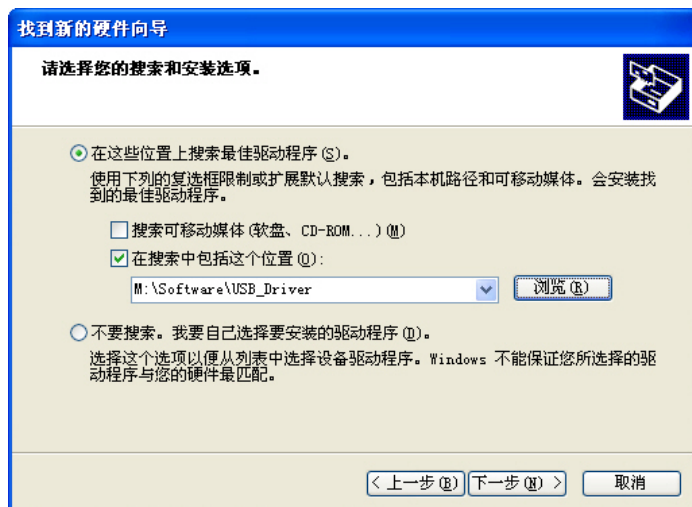

图 2.15
4) 选择“在搜索中包括这个位置”，点击浏览，定位到产品光盘 Software\USB_Driver 目录（图 2.15）；